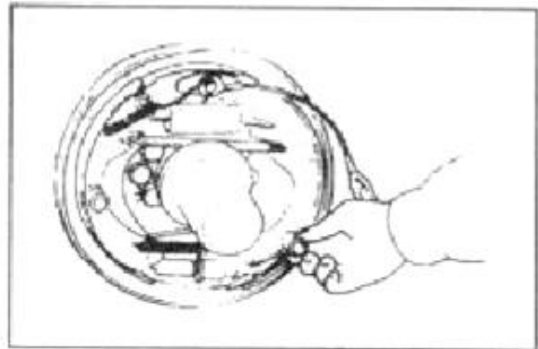

Рис. 6-20
(5) Закрепите тормозной тросик в сборе на нижней пластине с помощью E-образного стопорного кольца.
(6) Установите тормозную колодку на нижнюю пластину с помощью фиксирующей пружины, при этом нижнюю часть вспомогательной тормозной колодки необходимо устанавливать с помощью фиксирующей пружины уже после установки шайбы, манжеты и регулировочного рычага, чтобы прижимное седло находилось в отверстиях тормозной колодки и регулировочного рычага (Рис. 6-20).